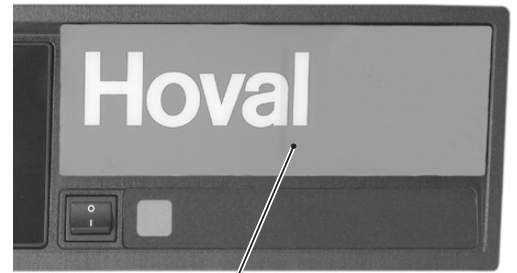

Bild 02
1. Klappdeckel (1, Bild 02) rechts am Bedienfeld öffnen.
4. Klappdeckel (1, Bild 02) schliessen.